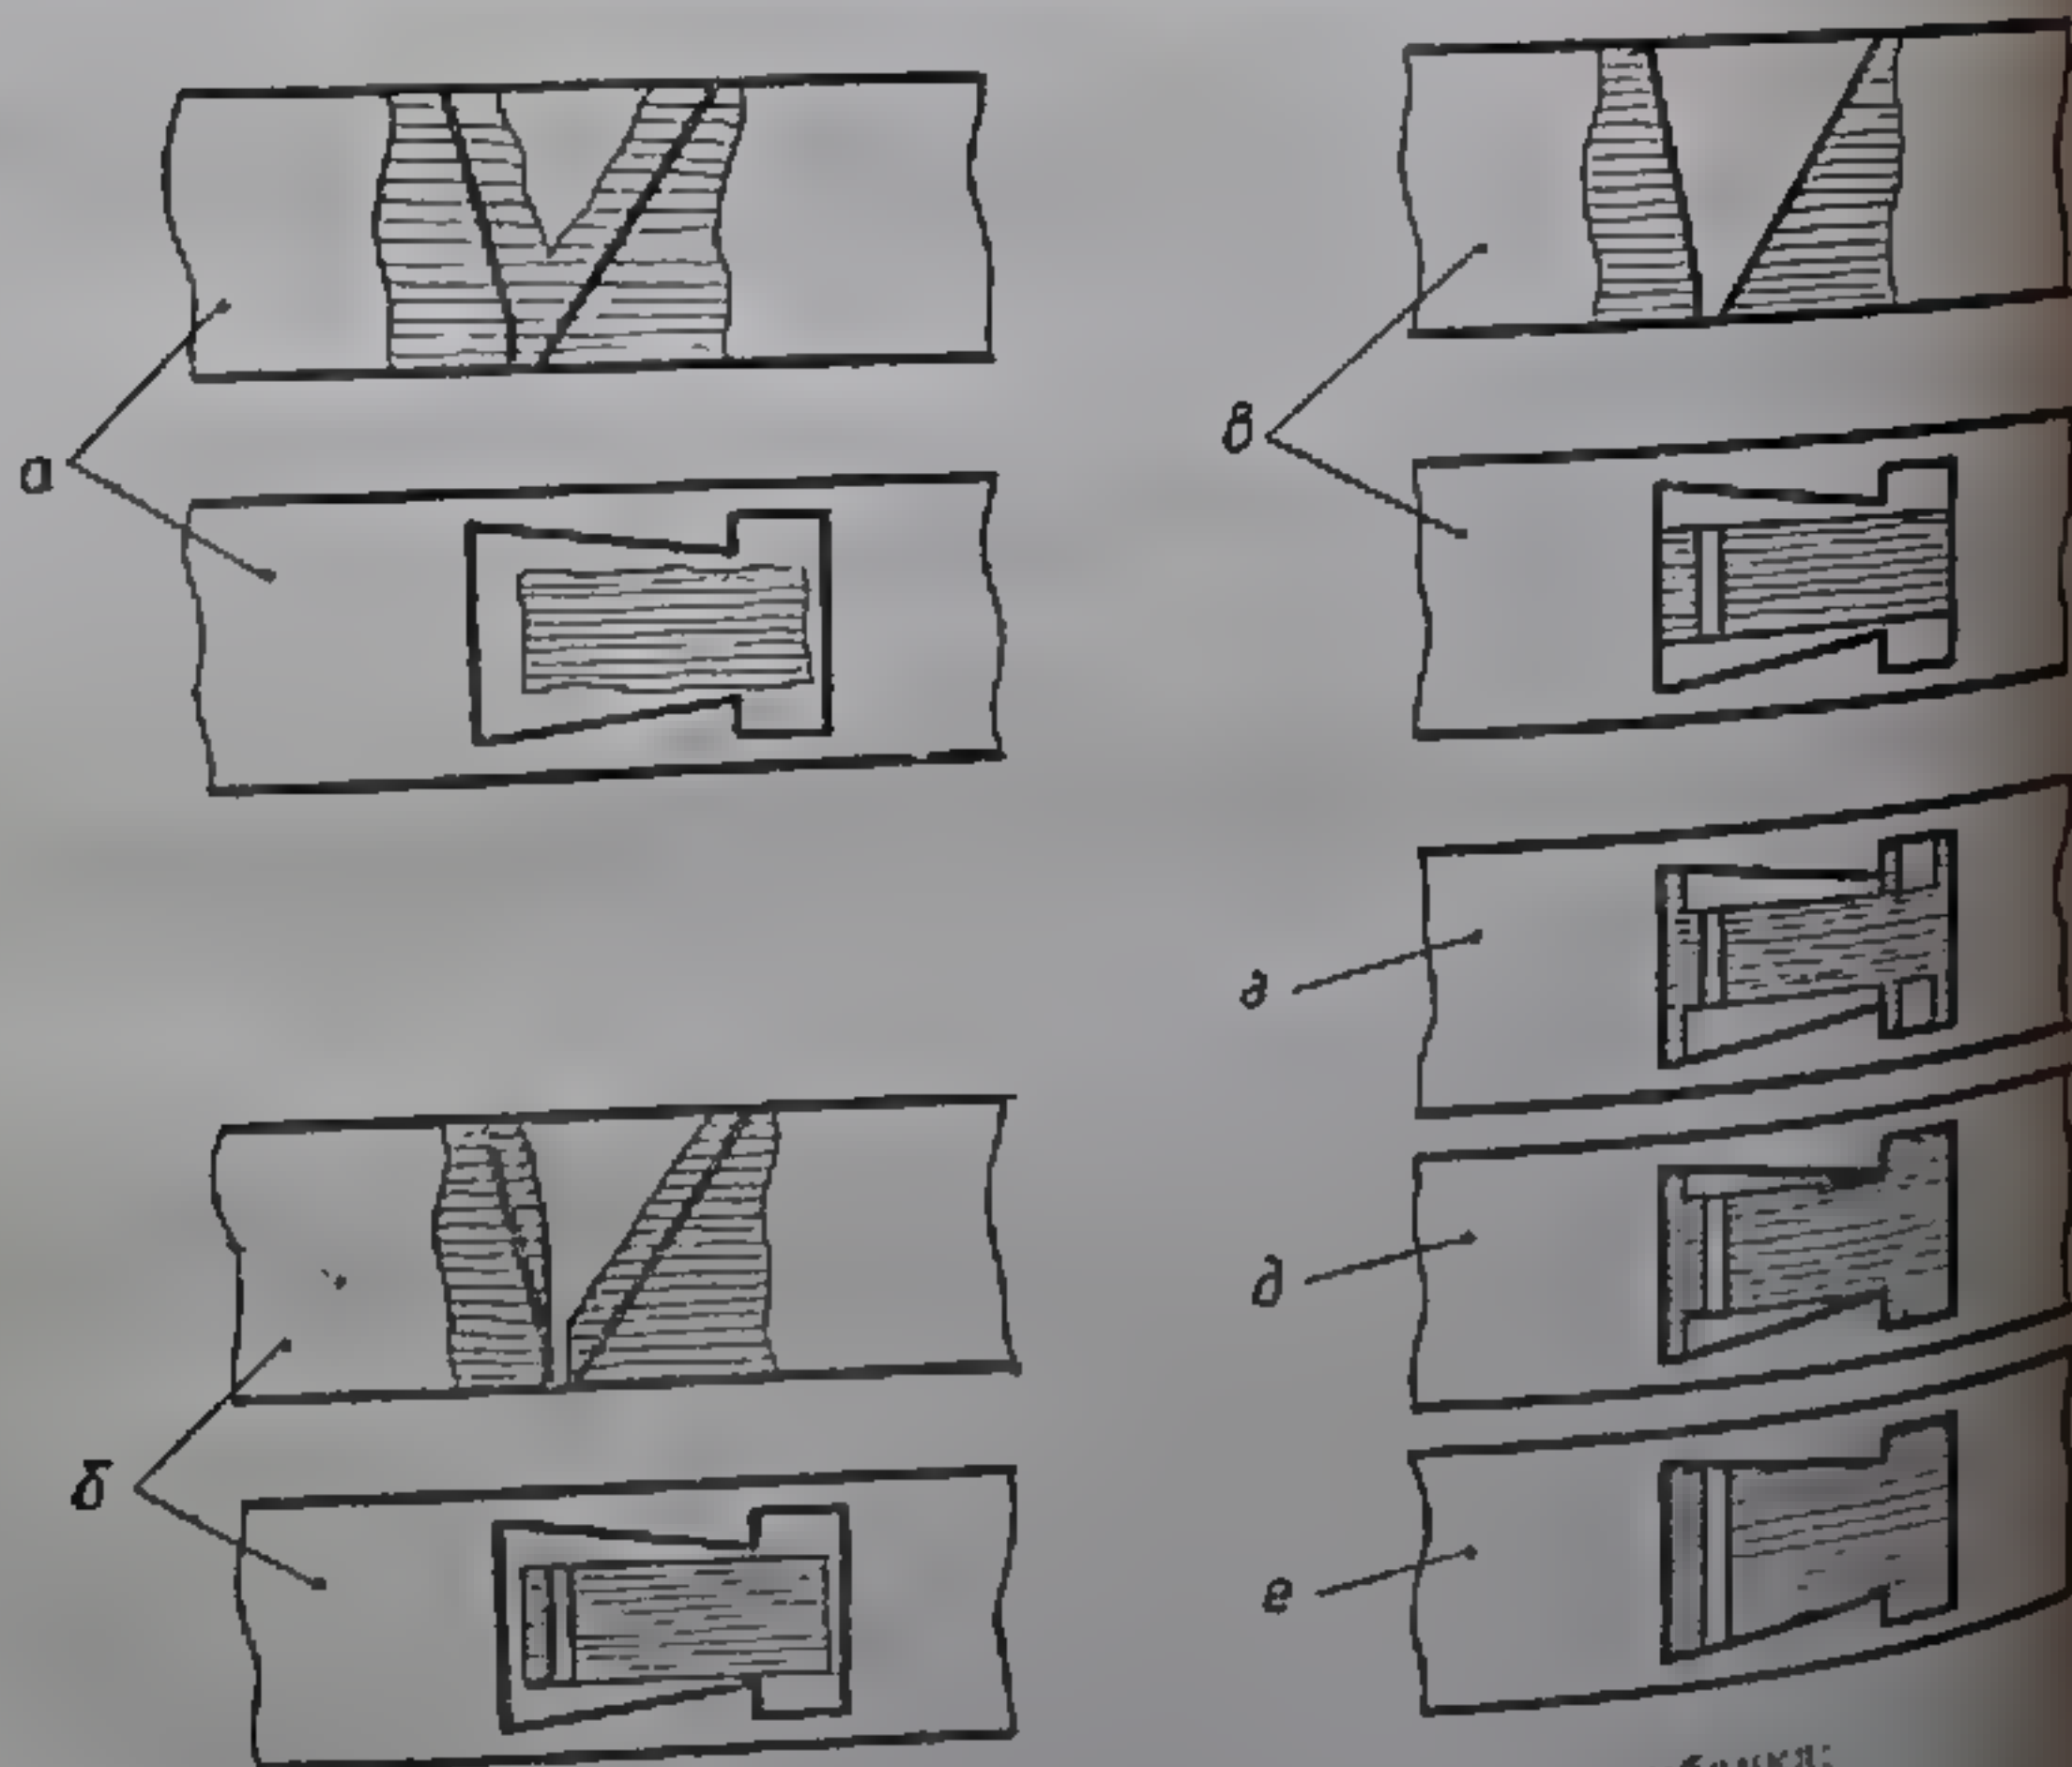

Рис. 137. Выполнение гнезда в колодке рубанка:
Для изготовления рубанка понадобятся заготовка (рис. 137)
8. Сделать леток. Выдолбить гнездо под углом в верхней части колодки (рис. 137, а), отступив от линий и рисок разметки внутрь на 2—3 мм. Глубина летка равна примерно $\frac{2}{3}$ толщины колодки. Выдолбить под прямым углом роток (рис. 137, б; 138).
Перед работой можно просверлить отверстия. Долбить надо широкой стамеской, а узкой удалять подрезанный материал. Обработать торцы гнезда, среза оставшийся материал до линий разметки (рис. 137, в). Снимать следует тонкую стружку инструментами различной ширины, соблюдая осторожность, чтобы не испортить заготовку. Обработав торцы, выполнить шесть пропелов внутри гнезда (рис. 137, г): два в плоскости постели, два для клина и два для вылета стружки. Срезать подрезанный материал узкой стамеской или долотом (рис. 137, д, е) — получаются щечки и плечики. Все поверхности гнезда обработать напильником и шкуркой на тонкой плоской колодке. При зачистке особое внимание следует обращать на постель: она должна быть плоской, без перекоса.